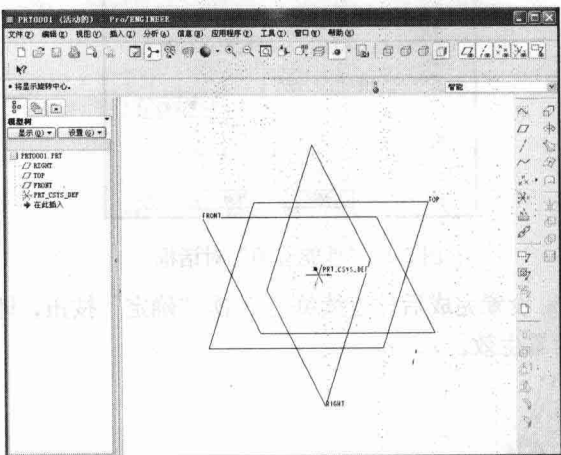

图 3-3 Pro/ENGINEER Wildfire 5.0 工作界面
- 03 稍等片刻，系统即可进入 Pro/ENGINEER Wildfire 5.0 工作界面，如图 3-3 所示。